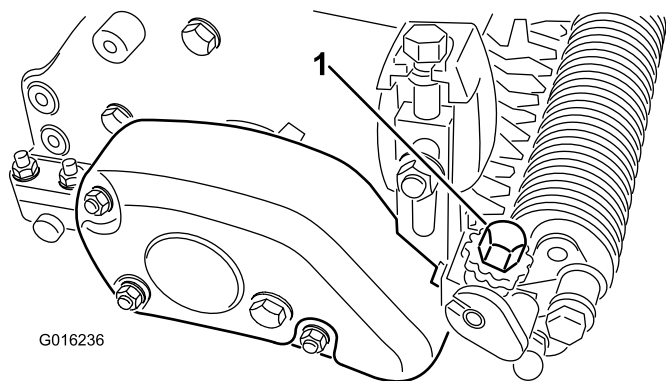

図 22
- シャフトの一端部で、ブレードの一番低い切っ先と床との距離を測る。グルーマ高さ調整ノブ 図 22 を使って、グルーマの刃の高さを希望の高さに調整する。調整ノブを一目盛り変えるごとに約 0.08mm の上下調整ができる。